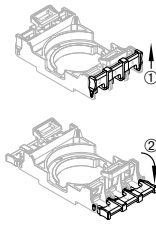

Fig. 3
- Abrir el seguro de contacto (véase fig. 3)